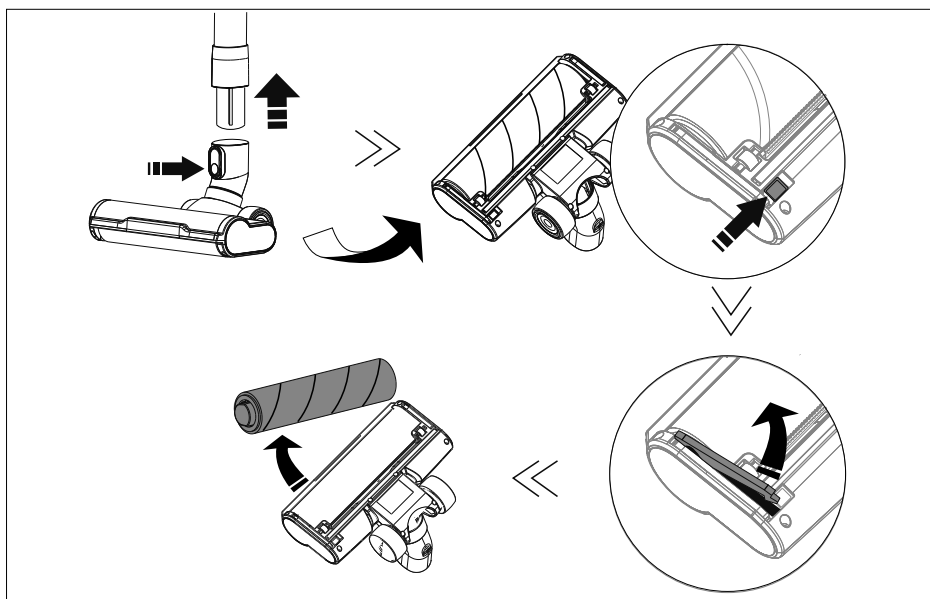

Fig. 11
- ▶ Pulse la tecla de desbloqueo de la parte inferior de la boquilla de suelo para abrir la tapa, tal y como se muestra en la fig. 11.